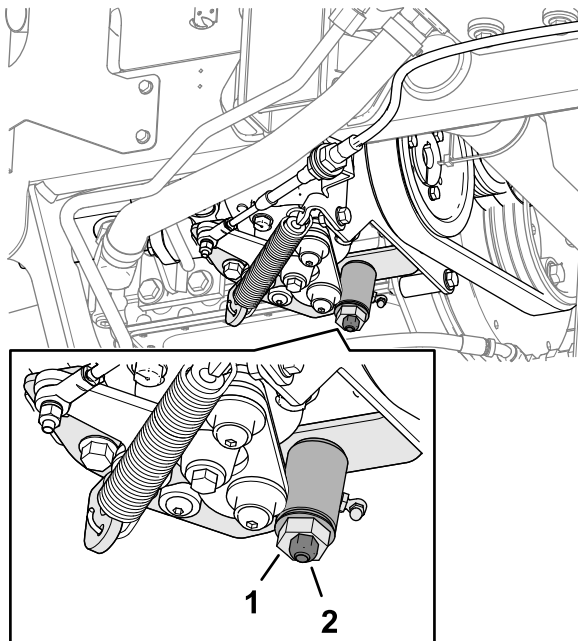

Bild 76
3. Lockern Sie die Sicherungsmutter an der Fahrtriebs-Einstellnocke (Bild 76).